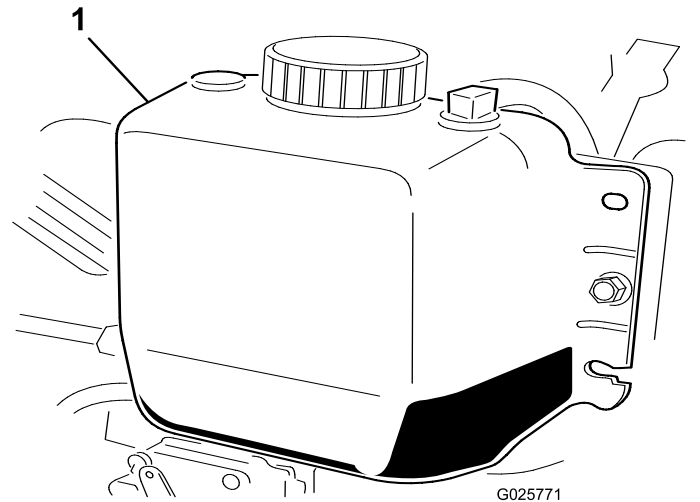

Figure 36
**Remarque:** Le radiateur doit être rempli jusqu'en haut du goulot de remplissage et le vase d'expansion jusqu'au repère maximum (Figure 36).